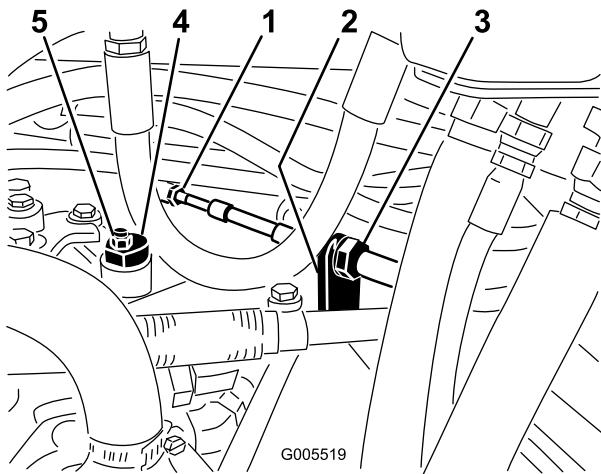

図 55
- 走行ケーブルを油圧トランスマッisionのバルクヘッドに取り付けているジャムナット（図 55）を両方ともゆるめる。ジャムナットは調整ができるよう十分に、また均等にゆるめること。
注 偏芯ナットをトランスマッision上部に止めているナット（図 55）をゆるめる。
- どちらにも車輪が回らないように偏芯ナットを回して調整する。調整ができたら固定ナットを締める（図 55）。スロットルSLOWおよびFAST位置で調整が正しいことを確認する。
- バルクヘッドのそれぞれの側から、ロックナットを均等に締め付けて、ケーブルを固定する（図 55）。ケーブルをねじらないように注意すること。